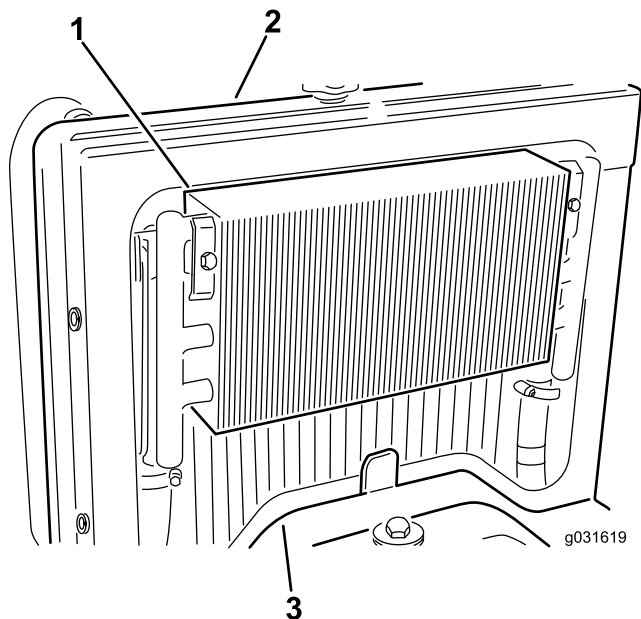

Figura 58
3. Retire el panel de acceso (Figura 58).